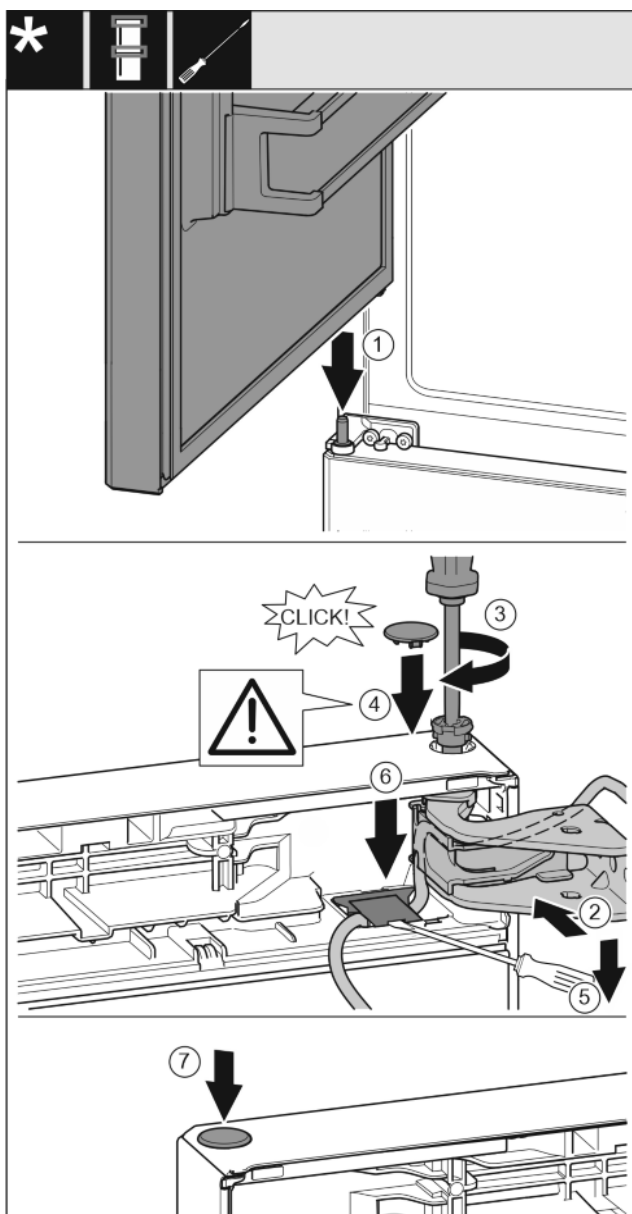

Fig. 33
- ▶ Установите верхнюю дверь на средний опорный палец Fig. 33 (1)
- ▶ Выровняйте дверь сверху по отверстию в опорном кронштейне. Fig. 33 (2)
- ▶ Вставьте палец и затяните отверткой T15. Fig. 33 (3)
- ▶ Установите предохранительную крышку для защиты двери: Вставьте предохранительную крышку и проверьте, прилегает ли она к двери. В ином случае вставьте палец полностью. Fig. 33 (4)
- ▶ Используя шлицевую отвертку, поднимите и вытяните крышку. Затем вставьте под нее кабель. Fig. 33 (5)
- ▶ Снова установите крышку и нажмите вниз до момента фиксации. Fig. 33 (6)
- ▶ Вставьте заглушку. Fig. 33 (7)